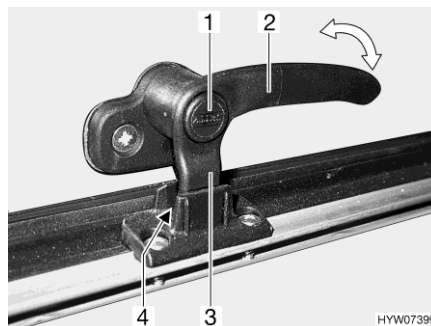
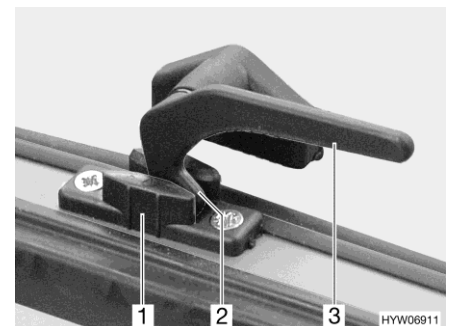

Fig. 116 Palanca de bloqueo con botón de seguridad en la posición de "ventilación continua"
Fig. 117 Palanca de bloqueo en la posición de "ventilación continua"
- En la posición "ventilación continua" (Fig. 116 y Fig. 117)
- Si existe, pulsar el botón de seguridad (Fig. 116,1) y mantenerlo pulsado.
- Girar todas las palanca de bloqueo (Fig. 116,2 ó Fig. 117,3) un cuarto de vuelta hacia el centro de la claraboya.
- Girar de nuevo hacia atrás las palancas de bloqueo. En esto, introducir el saliente de bloqueo (Fig. 116,3 ó Fig. 117,2) en el rebaje del bloqueo de la claraboya (Fig. 116,4 ó Fig. 117,1).